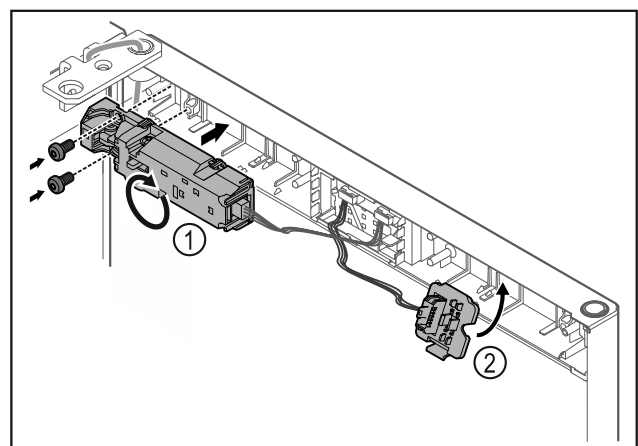

Fig. 22
- ▶ Tourner la serrure électrique Fig. 22 (1) à 180° et la placer de l'autre côté.
- ▶ Accrocher le support de connecteur Fig. 22 (2) de l'autre côté.